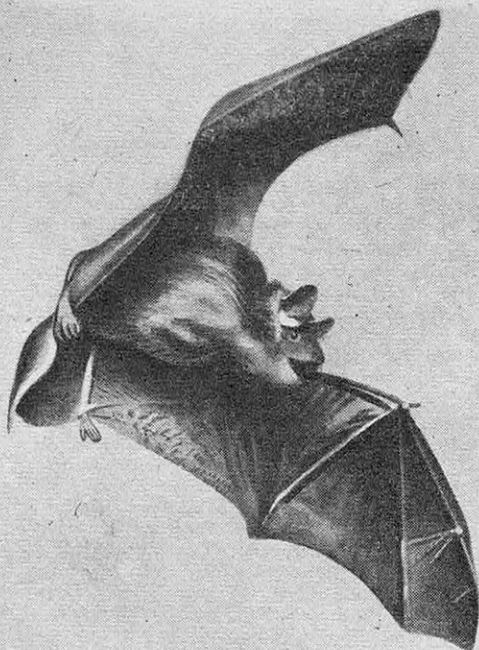

FIG. 2. — UNE CHAUVESOURIS SUR LE POINT D'ATTERRIR UTILISE SA MEMBRANE INTERFÉMORALE COMME DISPOSITIF HYPERSUSTENTATEUR (D'APRÈS « ENDEAVOUR »).
*L'ombre de la chauve-souris sur le mur, qu'elle évite au dernier moment par un brusque virage sur l'aile, montre à quel point elle peut avoir confiance dans la précision de son évaluation des distances. La photographie ci-dessus, ainsi que celle de la figure 2, ont été prises au 1/100 000 de seconde (« Endeavour »).*